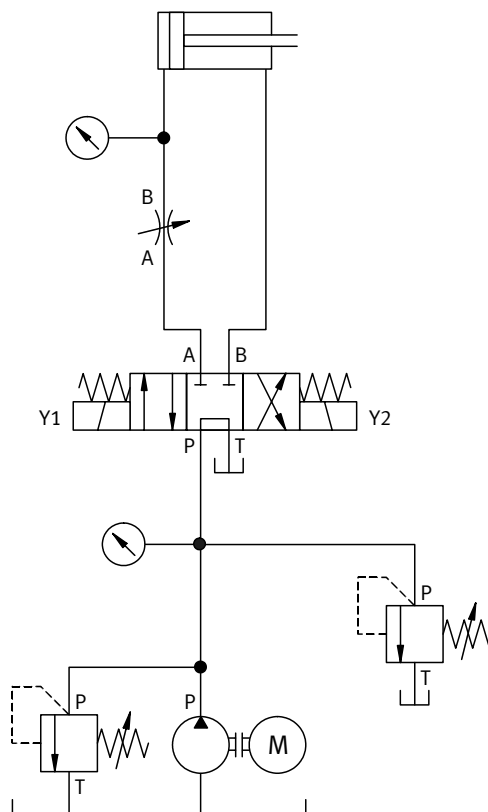
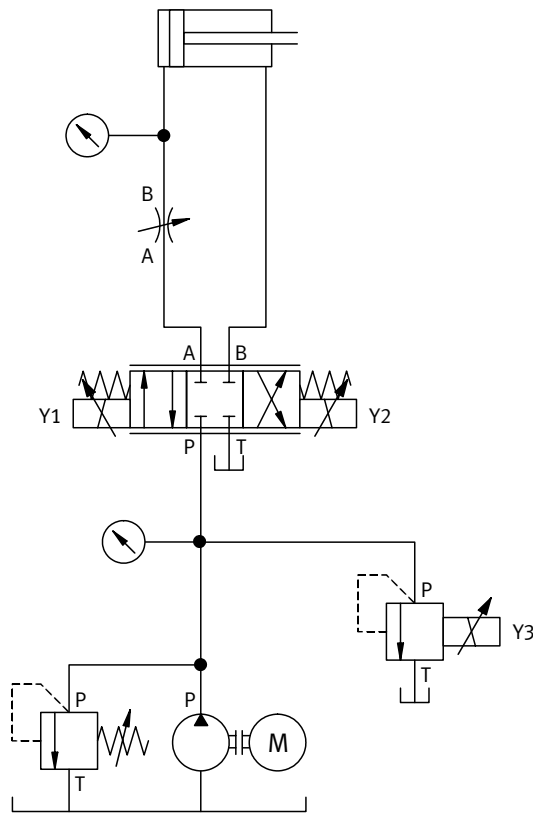

Bild 1.3: Hydraulischer Schaltplan eines elektrisch gesteuerten Vorschubantriebs
Bild 1.4: Hydraulischer Schaltplan eines Vorschubantriebs unter Verwendung von Proportionalventilen
- eine Schaltung mit elektrisch betätigten Ventilen (Bild 1.3),
- eine Schaltung mit Proportionalventilen (Bild 1.4).
Bei elektrohydraulischen Anlagen werden die Wegeventile elektrisch verstellt. Bild 1.3 zeigt den Schaltplan eines Vorschubantriebs mit einem elektrisch betätigten Wegeventil. Durch Betätigung des Wegeventils mit einer elektrischen Steuerung lässt sich die Bedienung der Drehmaschine automatisieren. Druck und Durchfluss können während des Betriebes nicht von der elektrischen Steuerung beeinflusst werden. Ist eine Änderung erforderlich, so muss die Produktion auf der Drehmaschine gestoppt werden. Erst dann können Drossel und Druckbegrenzungsventil von Hand neu eingestellt werden.
In Bild 1.4 ist der Hydraulikschaltplan eines Vorschubantriebs unter Verwendung von Proportionalventilen dargestellt.
Das Proportional-Wegeventil in Bild 1.4 übernimmt die Aufgaben des Drossel- und des Wegeventils in Bild 1.3. Durch den Einsatz der Proportionaltechnik wird ein Ventil eingespart.